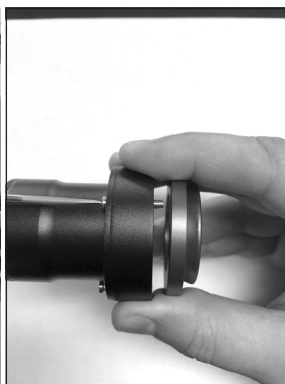

Figura 4. Avvitare la parte della base dietro alla fotocamera usando le viti incluse e un cacciavite.
3. Fissare l'altra parte dell'adattatore, ossia la base, dietro la fotocamera, utilizzando le tre viti con testa a croce incluse (**Figura 4**). Anche questo passaggio deve essere completato una sola volta, dato che la base della fotocamera rimarrà attaccata alla fotocamera.